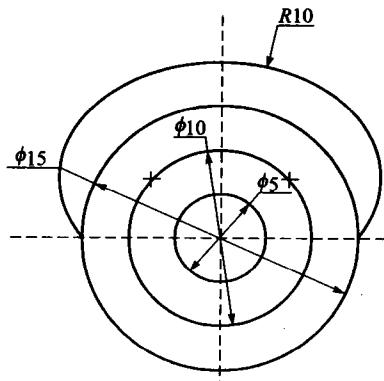

图 1-3 【练习 1-3】完成图
**【练习 1-3】** 使用“圆”、“弧”命令，绘制如图 1-3 所示的图形。
单击草绘工具栏中的“修改尺寸”按钮 $\text{F}$ ，修改尺寸为图 1-3 所示的数值。